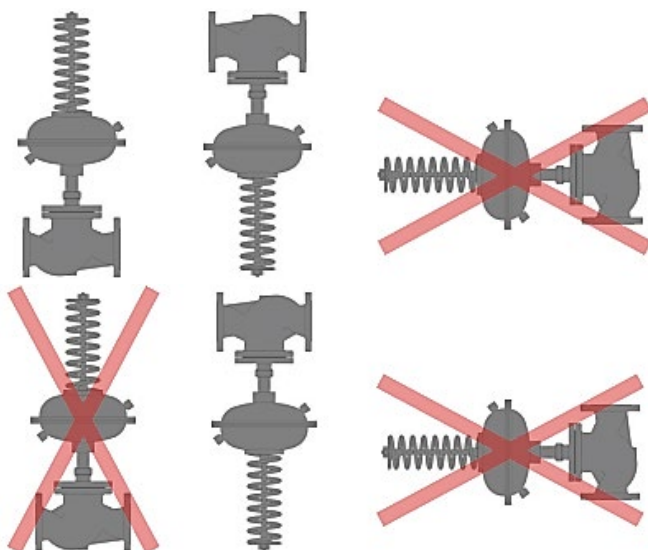

Рисунок 6 – Монтажные положения РПД
8.4. При расчёте, подборе и настройке РПД очень важно учитывать условия возникновения кавитации, прежде всего, для предотвращения повреждения трубопроводов и оборудования или, как минимум, возникновения шумов и вибраций. Для этого рекомендуется руководствоваться диаграммой кавитаций (рис.6).